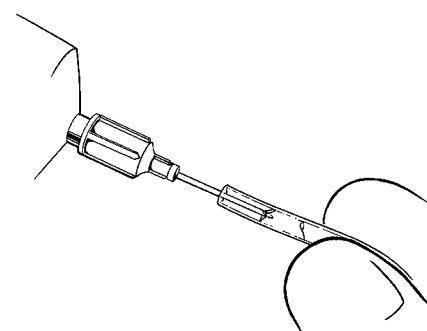

Figure 4-22. Rincez la tubulure
3. Utilisez une aiguille à pointe émoussée de calibre 22 pour rincer les extrémités de la tubulure (**Figure 4-22**) avec une solution saline normale pour en éliminer les particules de matière et l'air avant la connexion.